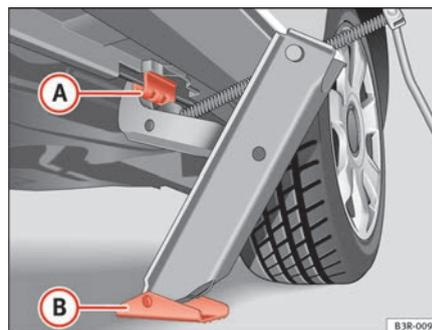

Fig. 191 Cambio de rueda: Gato
- Posicione el gato de modo que su garra envuelva el nervio del larguero inferior ⇒ **página 266, fig. 191 (A)** y que la placa base móvil **(B)** se apoye plana sobre el suelo.